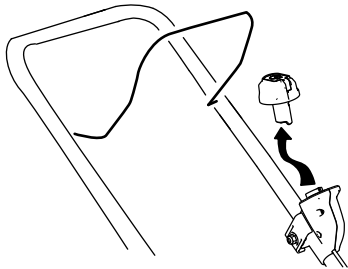

Figura 14
1. Retire el botón de arranque eléctrico (Figura 14).